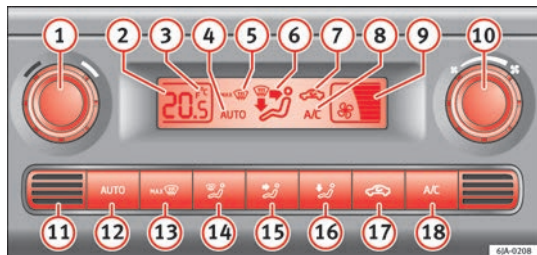

Fig. 88 Climatronic: elementos de utilização.
-  ⑱ » **Fig. 88** » **Página 100** ligado.
- Pressione o botão  ⑫ » **Fig. 88** » **Página 100**.
Mantenha pressionados simultaneamente os botões  e  » **Fig. 88** » **Página 100**. No ecrã aparecem os dados nas unidades pretendidas.
Na parte inferior, encontra-se o sensor da temperatura interior (11) » Fig. 88 » Página 100. Não o cubra com adesivos ou de qualquer outra forma, já que pode influenciar negativamente o funcionamento do Climatronic.
- Pressione o botão **AUTO** (12) » Fig. 88, no ecrã aparece **AUTO**.
– Ao ligar a ignição, pode utilizar o botão **1** **» Fig. 88 » Página 100** para ajustar a temperatura interior desejada.
– Pressione o botão  **17** **» Fig. 88 » Página 100**, no ecrã aparece o símbolo .
– Rode o botão **10** **» Fig. 88 » Página 100** para a esquerda (diminuir a velocidade) ou para a direita (aumentar a velocidade).
– Pressione o botão  **13** **» Fig. 88 » Página 100.**
» **Fig. 88** » Página 100, ou pressione o botão .